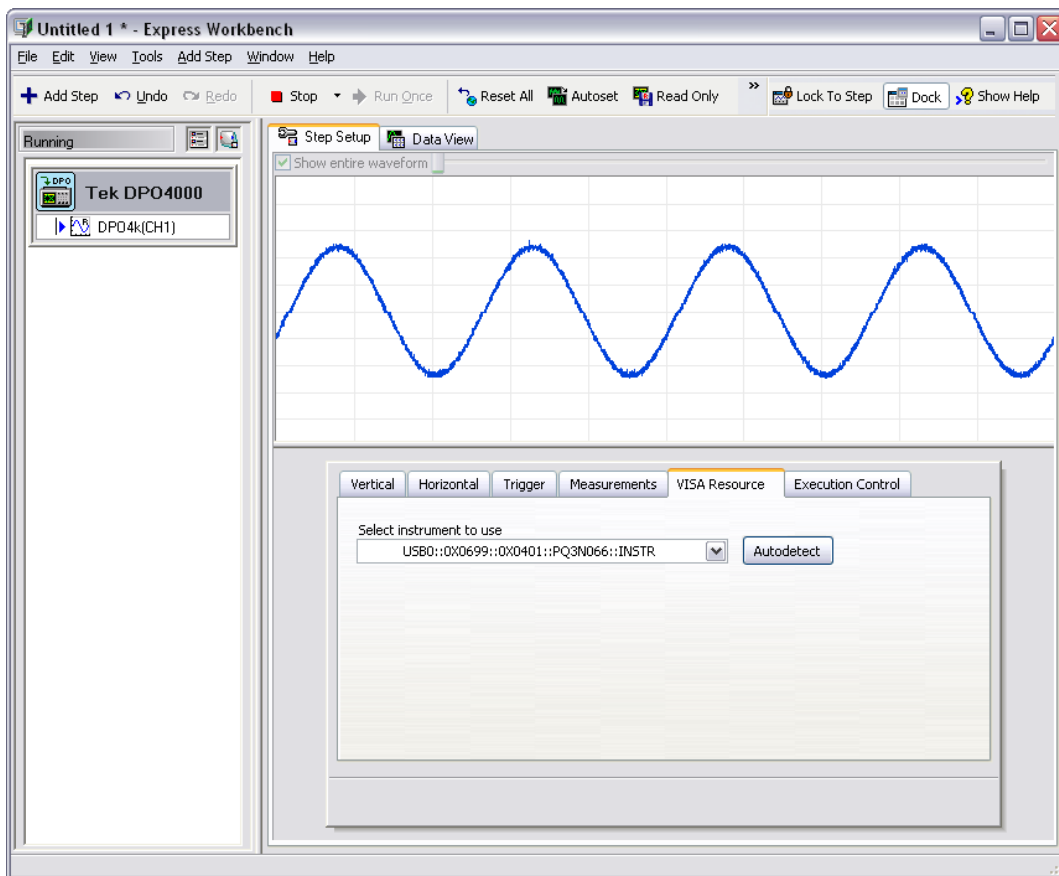

図 3-3 Tektronix DPO4000 シリーズオシロスコープでリアルタイムの集録を行っている状態
5. NI SignalExpress Tektronix Edition が起動して、図 3-3 のような Tektronix DPO4000 シリーズオシロスコープで集録しているデータが NI SignalExpress Tektronix Edition の画面に表示されます。